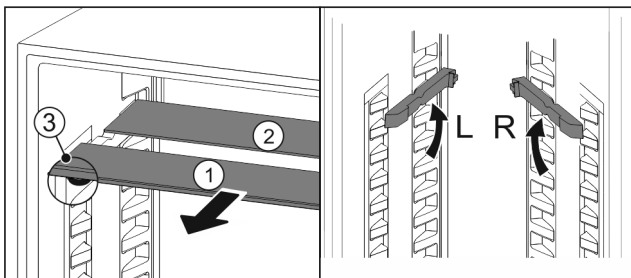

Fig. 100
- ▶ Glasplatten einzeln nach vorne herausziehen Fig. 100 (1).
- ▷ Glasplatte Fig. 100 (1) mit Zierleiste liegt vorne.
- ▷ Stopps Fig. 100 (3) zeigen nach unten.